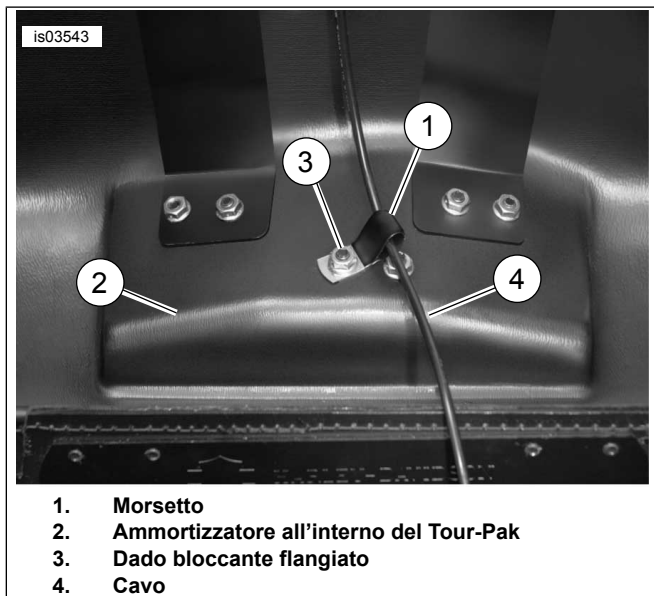

Figura 6. Morsetto e disposizione del cavo
6. Vedere Figura 6. Installare il morsetto (1) alla base del coperchio del Tour-Pak (2) usando il dado bloccante (3) per assicurare una disposizione corretta del cavo (4). Serrare saldamente il controdado.